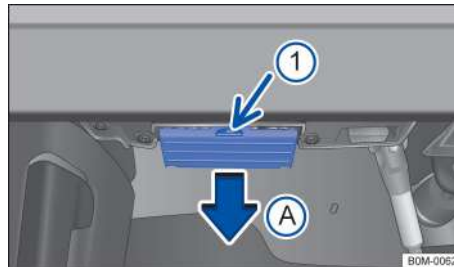

Рисунок 103. Крышка блока предохранителей в приборной панели: расположена в нижней части приборной панели со стороны водителя.
- Нажмите на фиксатор, показанный стрелкой →Рисунок 103 ⓘ, и опустите вниз крышку блока предохранителей по стрелке (A). ◀